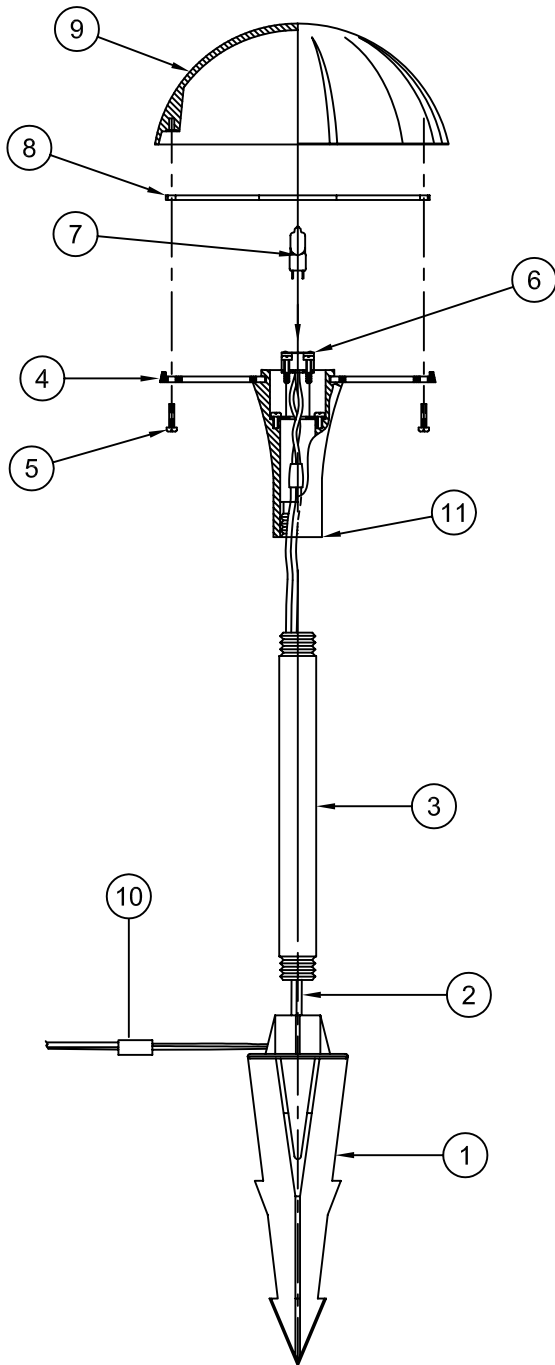
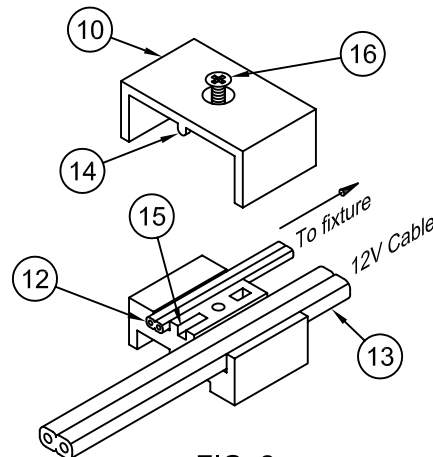

Figure 1
FIG. 2
1.- Slip Fixture Wires (2) through Stem (3) and down through top opening of Ground Stake (1). (Fig. 1).
2.- Thread one end of Stem (3) into Ground Stake (1). Thread the other end of the Stem (3) into the Cast Aluminum Socket Holder (11).
3.- Connect Fixture Wires (2) to Supply Wires using Wire Connector (10) as shown in Fig. 1.
4.- Remove Screws (5) and lift Cast Aluminum Cover (9) and Glass Plate (8) from Cast Aluminum Lens Retaining Plate (4).
5.- Install Lamp (7) into Bi-Pin Socket (6).
6.- Carefully place Glass Panel (8) over Lamp (7) and onto Cast Aluminum Lens Retaining Plate (4). Place Cast Aluminum Cover (9) over Glass Plate (8) and secure in place with Screws (5) (DO NOT OVERTIGHTEN).
**CAUTION:** All glass is fragile, use care when handling Glass Panel (8) and Lamp (7).
7.- Insert Ground Stake (1) into Ground.
8.- Connect Fixture Wire (12) to selected 10 or 12 Ga. Cable (13) with the Wire Connector (10) provided with fixture. (Fig. 2)
10.- Assemble the Wire Connector (10) by aligning the Tab (14) of the contact half of the connector with the Notch (15) in the wired half of the connector. (Fig. 2)
11.- Compress the two halves by securely tightening the Thread Cutting Screw (16), forcing the contacts into the wires. (Fig. 2)
- 1.- Deslice los alambres del aparato de luz (2) por el vástago (3) y hacia abajo por la abertura más alta en la estaca (1).
- 2.- Enrosque una extremidad del vástago (3) en la estaca (1). Enrosque la otra extremidad del vástago (3) en el sostenedor de portalámparas de aluminio fundido (11).
- 3.- Conecte los alambres del aparato de luz (2) a los alambres del conector de alambres (10) como se muestra en la Fig. 1.
- 4.- Retire los tornillos (5) y retire la cubierta de aluminio fundido (9) y la placa de vidrio (8) de encima de la placa de sujeción de lente de aluminio fundido (4).
- 5.- Instale la bombilla (7) en el portalámparas doble broche (6).
- 6.- Coloque con cuidado el panel de vidrio (8) por encima de la bombilla (7) y en la placa de sujeción de lente de aluminio fundido (4). Coloque la cubierta de aluminio fundido (9) sobre la placa de vidrio (8) y ajuste los tornillos (5) (NO AJUSTE DEMASIADO).
- PRECAUCIÓN:** El vidrio es frágil; tenga cuidado al manipular el panel de vidrio (8) y la bombilla (7).
- 7.- Inserte la estaca (1) en la tierra.
- 8.- Conecte el alambre del aparato de luz (12) al cable de 10 o 12 Ga seleccionado (13) usando el conector de alambres (10) provisto con el aparato de luz. (Fig. 2)
- 9.- Introduzca el cable de 10 Ga. en la ranura indicada 10 Ga. Introduzca el cable de 12 Ga. en la ranura indicada 12 Ga. Coloque el alambre de 18 Ga. en la ranura indicada 18 Ga. (Fig. 2) **Precaución:** Los alambres deben quedar planos en la ranura.
- 10.- Ensamble el conector de alambres (10) alineando la lengüeta (14) de la mitad del conector que hace conexiones con la muesca (15) en la mitad del conector que contiene alambres. (Fig. 2)
- 11.- Comprima las dos mitades ajustando firmemente el tornillo cortante (16), forzando los contactos en los alambres. (Fig. 2)
1.- Faites glisser les fils du dispositif d'éclairage (2) par la tige (3) et vers le bas par l'ouverture la plus haute du pieu (1).
- 2.- Vissez un bout de la tige (3) dans le pieu (1). Vissez l'autre bout de la tige (3) sur le support de douille en aluminium moulé (11).
- 3.- Reliez les fils du dispositif d'éclairage (2) aux fils d'alimentation à l'aide le raccord (10) selon la (Fig. 1).
- 4.- Retirez les vis (5) et retirez le couvercle en aluminium moulé (9) et la plaque en verre (8) de la plaque de retenue de lentille en aluminium moulé (4).
- 5.- Vissez l'ampoule (7) dans la douille à double broche (6).
- 6.- Placez soigneusement la vitre (8) par-dessus l'ampoule (7) et dans la plaque de retenue de lentille en aluminium moulé (4). Placez le couvercle en aluminium moulé (9) sur la plaque en verre (8) et serrez en place à l'aide des vis (5). (NE SERREZ PAS TROP).
**MISE EN GARDE:** Le verre est toujours fragile; maniez la vitre (8) et l'ampoule (7) avec soin.